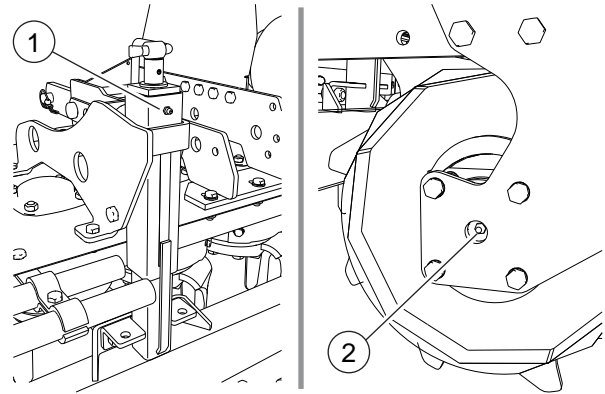

FIG. 43
- Schmiernippel auf Wagenheber mit Schraube (1, "Fig. 43").
- Schmiernippel Walzenträger (2).